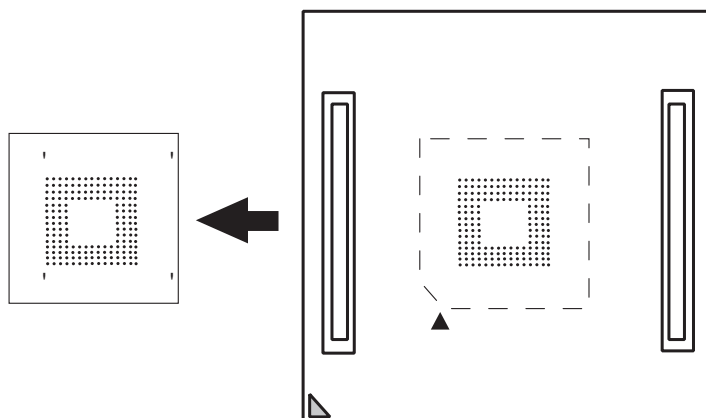

図 4 ネジ止め手順 1
手順 1： 止め方として、まず①③の 2 箇所（図 4）にネジ（M1.6×8mm）を差し②-②'、④-④'の穴が合うように上方からネジ穴の位置を合わせた状態で①、③のネジを軽く止めます。